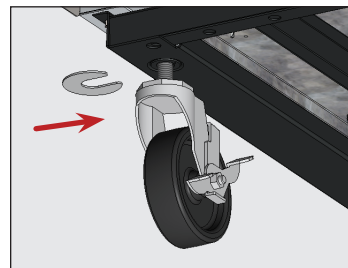

Fig. 6. Inserte la(s) calza(s) de las ruedas. Asegúrese de apretar el vástago de la rueda.
5. En el extremo más bajo del aparato, afloje los pernos de las ruedas lo suficiente para insertar las calzas de ruedas suministradas, entre el cojinete de las ruedas y el riel inferior del aparato. Véase la fig. 6.
6. Instale el número deseado de calzas. Véase la fig. 6.